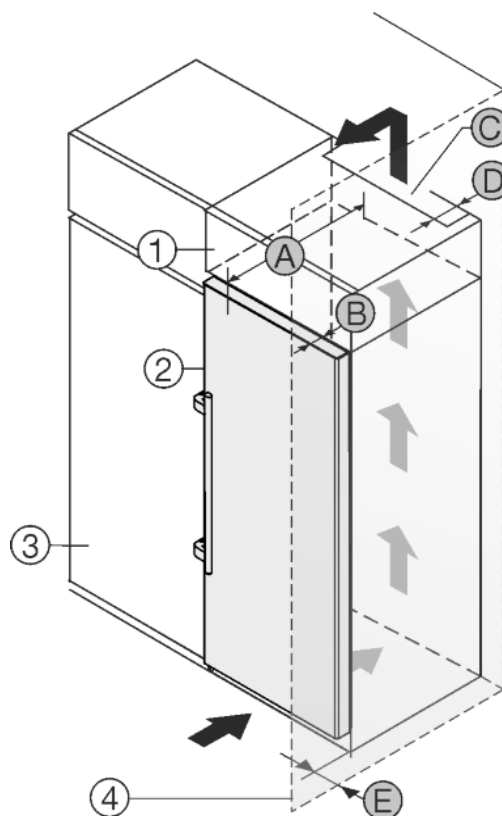

Fig. 24
Устройство может быть окружено кухонными шкафами. Чтобы уравнивать устройство *Fig. 24 (2)* по высоте с кухонной стенкой, можно установить над устройством дополнительный шкафчик *Fig. 24 (1)*.
Установить устройство можно непосредственно рядом с кухонным шкафом *Fig. 24 (3)*. Чтобы можно было полностью открыть двери, устройство должно выступать на глубину *Fig. 24 (B)* относительно передней стенки кухонного шкафа. В зависимости от глубины кухонных шкафов и использования пристенных распорок устройство может выступать и больше.
- На задней стенке дополнительного шкафчика должен быть вентиляционный канал с глубиной *Fig. 24 (D)* по всей ширине этого шкафа.
- Нужно соблюдать вентиляционное отверстие *Fig. 24 (C)* под нижней панелью.
Если устройство установлено на шарнирах у стены *Fig. 24 (4)*, то нужно соблюдать расстояние *Fig. 24 (E)* между устройством и стеной. Настолько выступает ручка при открытой дверце.